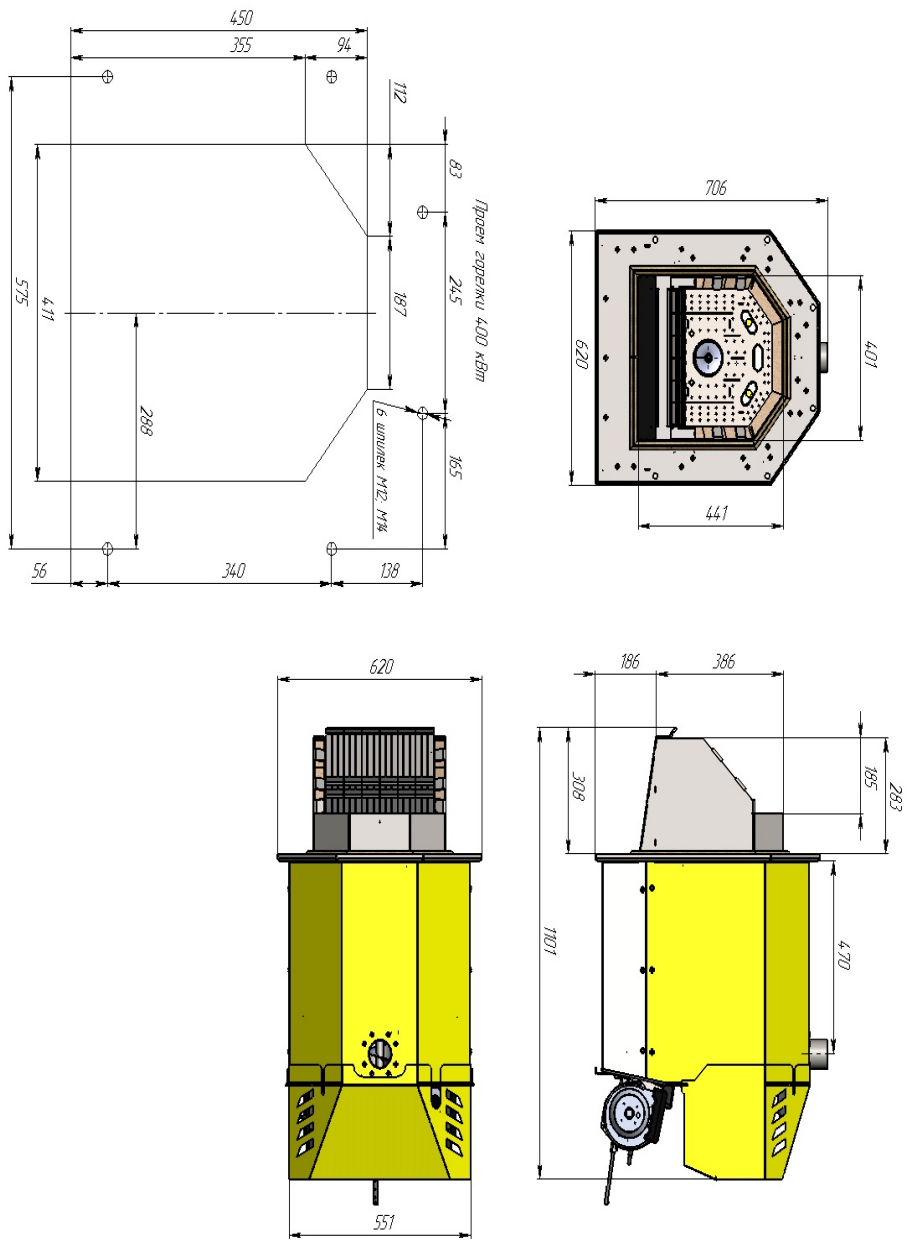

Рис. 3 Габаритные и присоединительные размеры пеллетной горелки КVIГ Orіma R 400 кВт.
- 2) Согласно схеме на Рис.3 выполнить монтажные отверстия в штатной дверце котла, если в комплекте поставки не предусмотрена дополнительная дверца горелки.